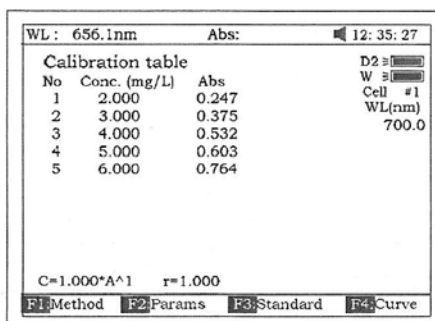

Fig 33
- Coloque la primera celda de concentración conocida dentro del paso del haz de luz. Presione la tecla **[START]** para obtener los valores de la curva estándar uno por uno (Fig 33).
- a) Curva estándar construida y salvada en el instrumento. En la Fig 33 presione **[LOAD]** y luego **[]** o **[]** para seleccionar el archivo con tipo *****.fit**. Finalmente, presione **[ENTER]** para confirmar.